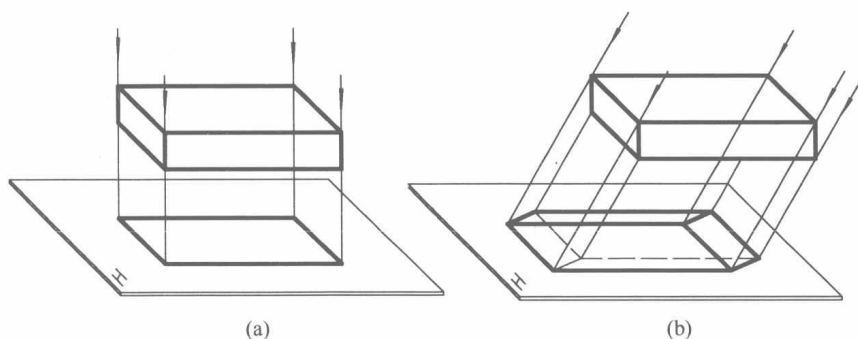

图 0-3 平行投影
(1) 正投影 投射射线与投影面垂直时所形成的平行投影,如图 0-3(a)所示。
(2) 斜投影 投射射线与投影面倾斜时所形成的平行投影,如图 0-3(b)所示。